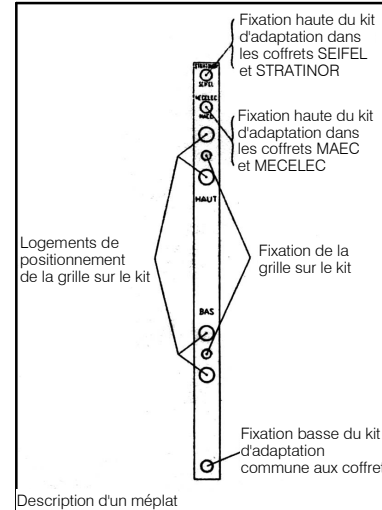

Figure 1
- Démonter les rails et les remplacer par les méplats du kit en réutilisant les vis de fixation des rails et en respectant les indications présentes sur les méplats (voir figure 1).